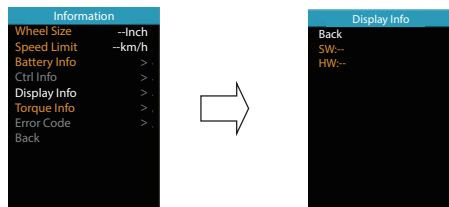

图 3-17 仪表信息
⑤仪表信息——进入“Information”菜单，通过短按“加键”或“减键”选中“Display Info”，短按“电源键”确定，仪表界面显示仪表软硬件版本号，同时按下“加键”和“减键”退出到主界面或者通过“Back”→“Exit”退出到主界面。（软硬件版本号可能因为产品不同批次而改变，故用“-”表示。）如图 3-17 所示。